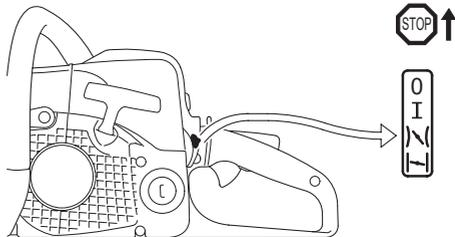

Рис. 13. Изменение положения комбинированного рычага после первой вспышки
7. После первой вспышки откройте воздушную заслонку, для этого переведите комбинированный рычаг в стартовое положение воздушной заслонки I (Рис. 13).